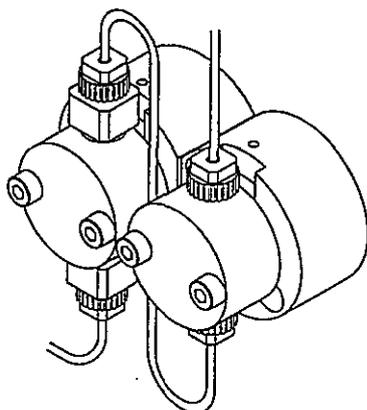

図9-8 配管及びチェックバルブの取付け
(10)配管およびチェックバルブを元どおりに取り付けます。(図 9.8)